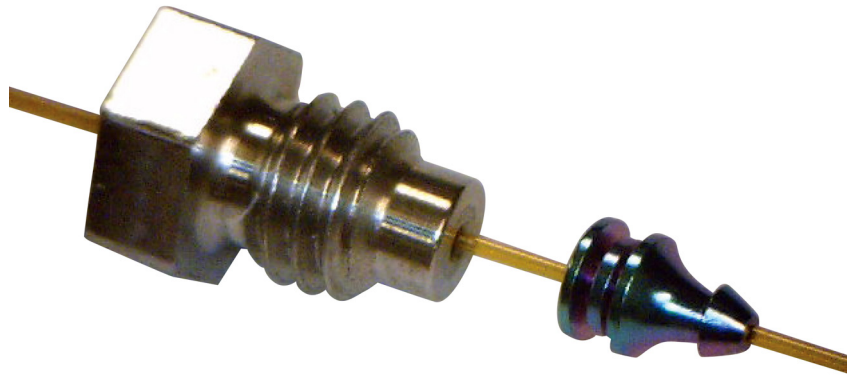

Figure 10. Ferrule fixée sur la colonne et l'écrou interne
- 7 À l'aide d'une clé à fourche de 1/4 de pouce, tournez l'écrou interne de 15 à 20 degrés supplémentaires dans le sens horaire pour vous assurer que la férule est correctement fixée sur la colonne. Voir **Figure 10**.